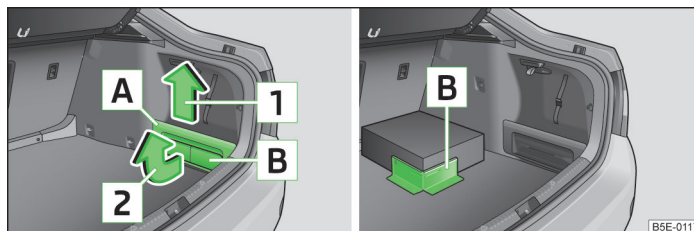

Fig. 92 Compartiment de depozitare și element Cargo / exemplu de fixare a unui bagaj cu ajutorul elementului Cargo
- Scoateți capacul compartimentului de depozitare **A** în sensul săgeții **1** » **fig. 92**.
- Scoateți elementul Cargo **B** (o parte din capacul compartimentului de depozitare) în sensul săgeții **2** » **fig. 92**.